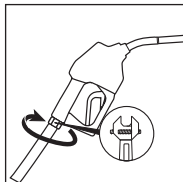

Figure 4/Ilustración 4
- If nozzle replacement, remove old nozzle with a wrench. Carefully drain fluid from hose & nozzle into approved container. (See Figure 4)
- En caso de sustitución de la pistola, retire la pistola antigua con una llave inglesa. Vacíe con cuidado fluido de la manguera y la pistola en un recipiente homologado (consulte la Ilustración 4).